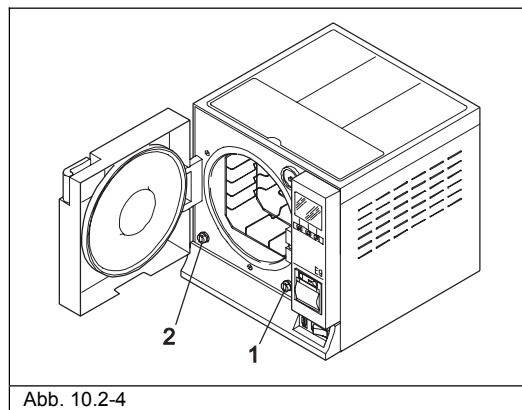

Abb. 10.2-4
1. Zum Entleeren des Frischwassertanks, das angeschlossene Ende des mitgelieferten Schlauchs in den Anschluss unten auf der Frontseite (1 von Abb. 10.2-4) und das andere Ende in ein leeres Gefäß stecken.
2. Zum Entleeren des Brauchwassersammeltanks, den dem Gerät mitgelieferten durchsichtigen Schlauch in den Anschluss unten auf der Frontseite (2 von Abb.10.2-4) und das andere Ende in eine leeres Gefäß stecken.